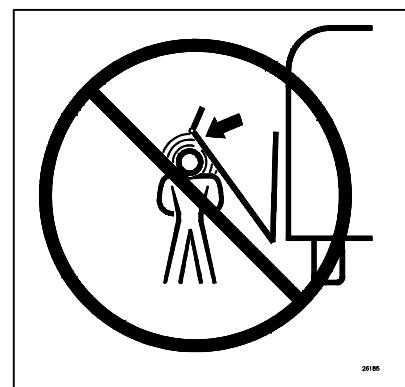

FIGURA 3: CALCOMANIA DE AVISO PARA QUE LA GENTE SE MANTEGNA ALEJADA
- Vea la Figura 3. Pida a las demás personas que se mantengan alejadas mientras opera el elevador.